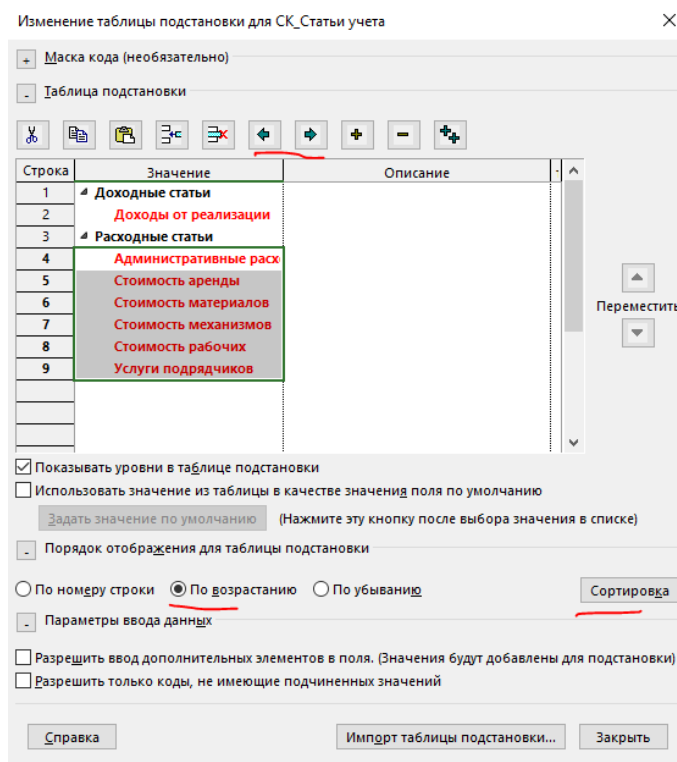

Рисунок 5.69 – Таблица подстановки без заданной маски кода
5. Разрешить или запретить ввод дополнительных значений, если вы могли что-то упустить в списке (см. Рисунок 5.69).